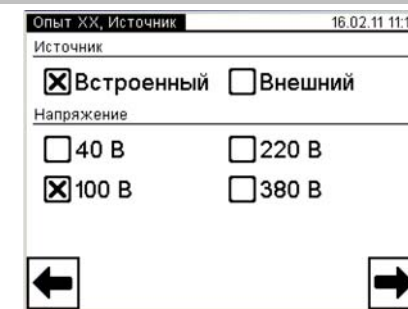

Рисунок 6.37
6) Выбрать значение междуфазного напряжения, при котором опыт XX проводился на заводе-изготовителе, или значение, которое было получено при проведении предыдущего опыта XX, для чего нажать, например, в поле "100 В" в подразделе "Напряжение" в окне "Опыт XX. Источник" (рисунок 6.37). Если выбран вариант "Другое", то выполнить указания п.12 раздела 6.2.1.1.